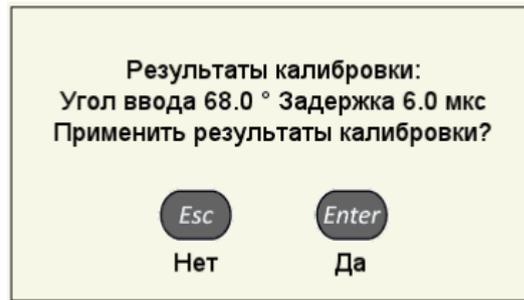

Рисунок 39
– подтвердить принятие результатов калибровки –  или отказаться от результатов калибровки –  (рисунок 39).